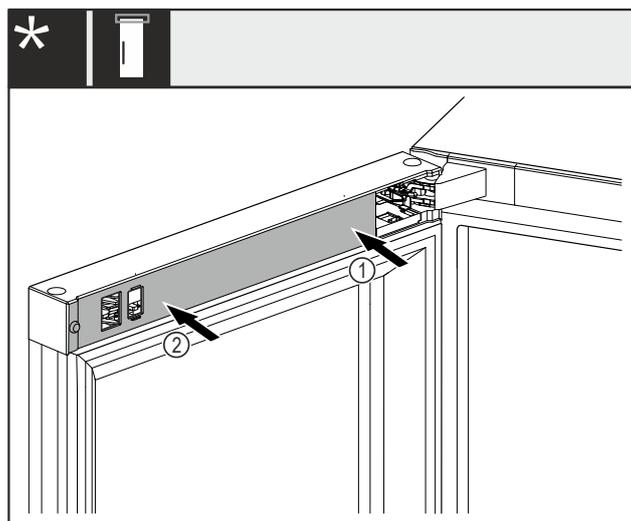

Fig. 47 *
- ▶ Applicare per prima cosa la copertura Fig. 47 (1) sul lato del blocco di supporto e innestarla.*
- ▶ Applicare per prima cosa la copertura Fig. 47 (2) sul lato esterno e innestarla.*